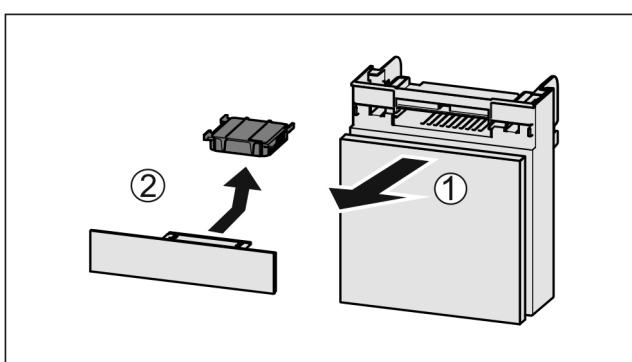

Fig. 59
- ▶ 向前拉出 Fig. 59 (1) 抽屉。
- ▶ 取出 Fig. 59 (2) 活性炭过滤器。